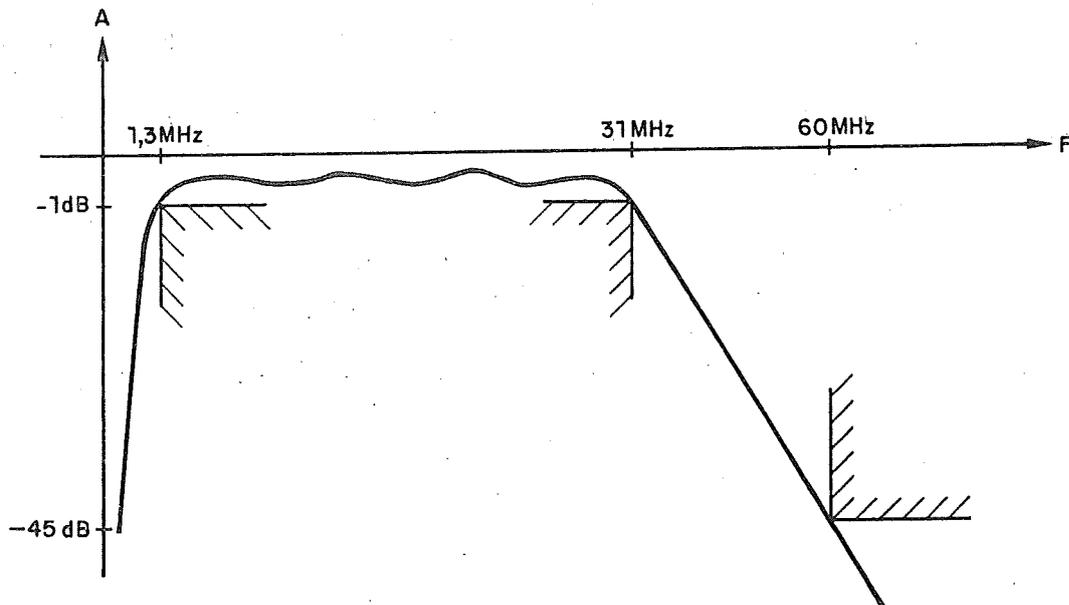

Figure 3 – Gabarit du filtre d'entrée 1,5 - 30 MHz
- Vérifier que la courbe de réponse du filtre s'inscrit bien dans le gabarit de la figure 3, c'est-à-dire :